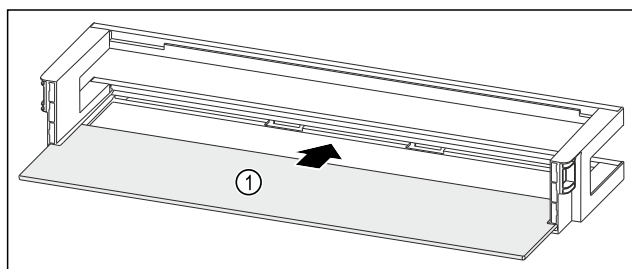

Fig. 238 Balconcino controporta con ripiano
- Inserire il ripiano Fig. 238 (1) negli incavi laterali.